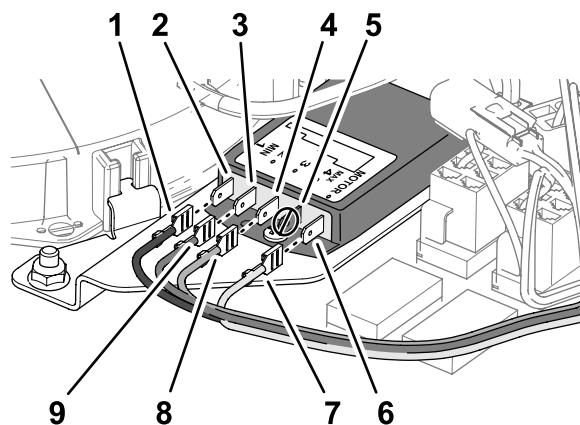

Figura 8
2. Ligue os terminais de tomada da cablagem do kit aos terminais de lâmina do controlador de velocidade da ventoinha (Figura 8) como se mostra na tabela seguinte: